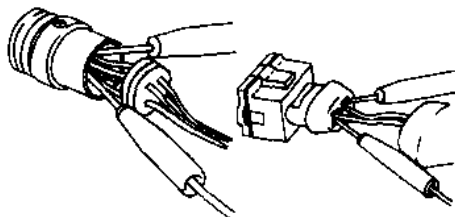

图 2-12 测量方法
(2) 当检查线路通断及电流或电压时，应从有线的一侧将测试笔插入插接器 (图 2-12)。
(3) 检查后，应将防水橡胶套牢固地装在插接器上。